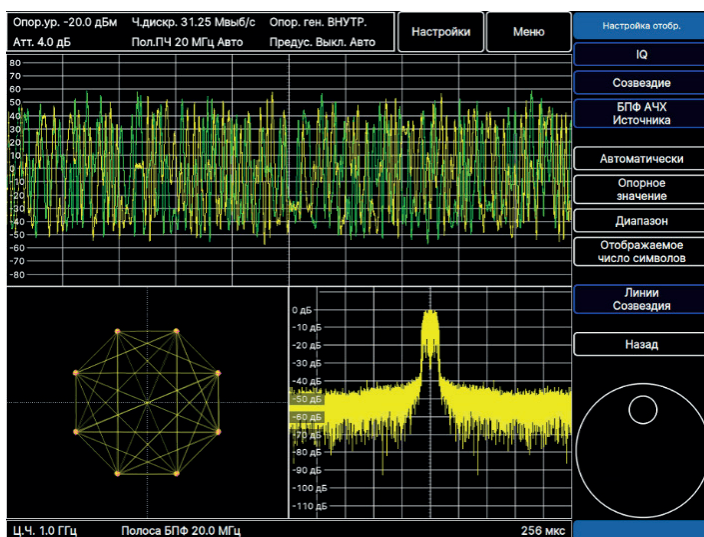

Рис. 24. Окно настроек отображения векторного анализа
**Настройки Отображения / Display Config** настройка отображения результатов векторного анализа на экране (Рис. 24);